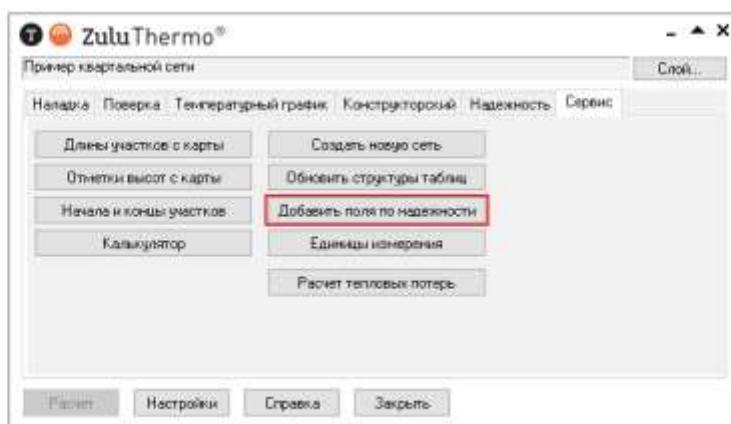

Рисунок 15.5. Добавление полей
4. Нажать кнопку Добавить поля по надежности. Рисунок 15.5. «Добавление полей»